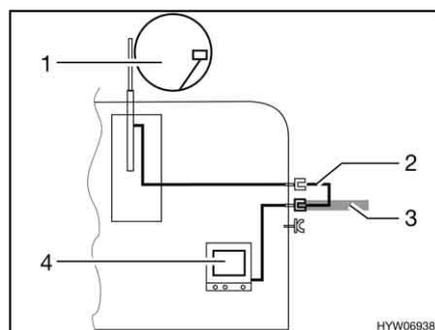

Fig. 174 TV dans le véhicule
- TV dans le véhicule (Fig. 174,4) : Raccord à l'antenne sur le toit (Fig. 174,1) avec câble d'alimentation (Fig. 174,2)
- TV dans le véhicule (Fig. 174,4) : Raccord à l'antenne extérieure (Fig. 174,3)